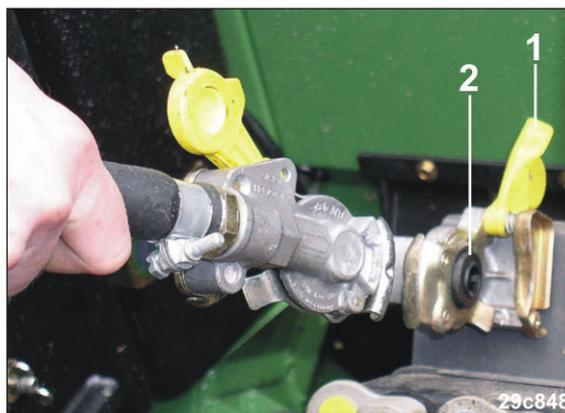

Fig. 134
2. Öffnen Sie die Deckel (Fig. 134/1) der Kupplungsköpfe am Traktor.
5. Befestigen Sie den Kupplungskopf der Bremsleitung (gelb) vorschriftsmäßig in der gelb markierten Kupplung (Fig. 134/2) am Traktor.